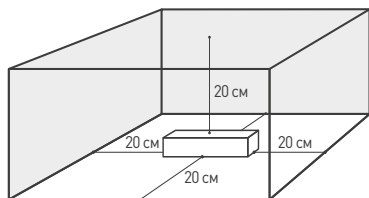

Рис. 1
- 4.2. Для естественной вентиляции обеспечьте свободное пространство вокруг источника питания не менее 20 см, как изображено на Рис. 1. При невозможности обеспечить свободное пространство используйте принудительную вентиляцию.